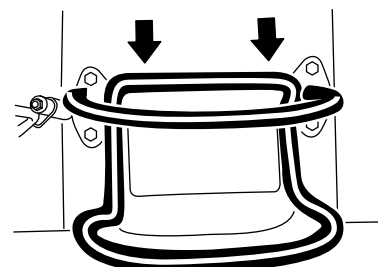

Bild 9
- Bewegen Sie den Fahrtrienhebel nach hinten, um rückwärts zu fahren (Bild 9).